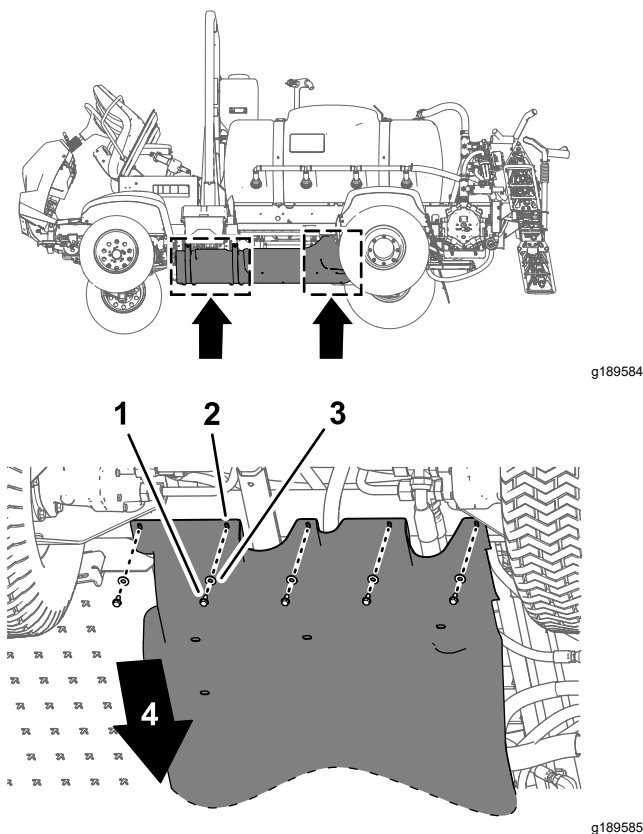
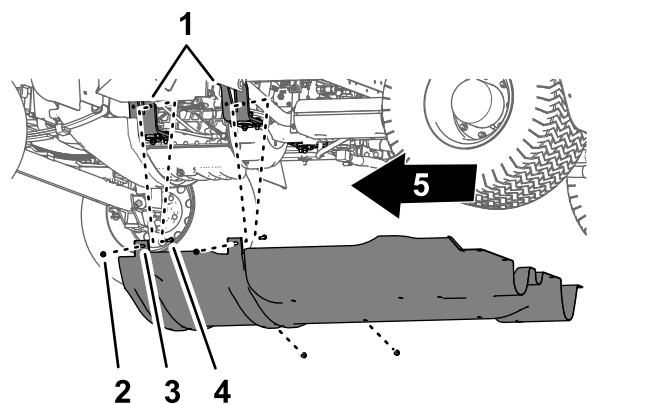

Figure 63
Figure 64
1. Retirez les 5 boulons à embase (5/16 x 7/8 po) et les 5 rondelles (5/16 po) qui fixent l'arrière du carénage de soubassement au châssis de la machine (Figure 63).
2. Retirez les 4 contre-écrous à embase (5/16 po) des boulons et le boulon de carrosserie qui fixent les pattes de montage du carénage de soubassement aux supports du moteur de la machine (Figure 64).
4. Déposez le carénage de soubassement de la machine (Figure 63 et Figure 64).
1. Alignez le carénage de soubassement sur le châssis inférieur de la machine; voir Figure 64 sous Dépose du carénage de soubassement (page 56).
2. Engagez les pattes de montage du carénage de soubassement sur les boulons et le boulon de carrosserie des supports du moteur de la machine; voir Figure 64 sous Dépose du carénage de soubassement (page 56).
3. Fixez le carénage de soubassement aux supports du moteur et aux boulons (Figure 64) à l'aide des 4 contre-écrous à embase (5/16 po) que vous avez retirés à l'opération 2 de Dépose du carénage de soubassement (page 56).
4. Alignez les trous dans la partie arrière du carénage de soubassement et les trous dans le châssis; voir Figure 63 sous Dépose du carénage de soubassement (page 56).
5. Fixez la partie arrière du carénage de soubassement au châssis (Figure 63) à l'aide des 5 boulons à embase (5/16 x 7/8 po) et des 5 rondelles (5/16 po) que vous avez retirés à l'opération 1 de Dépose du carénage de soubassement (page 56).